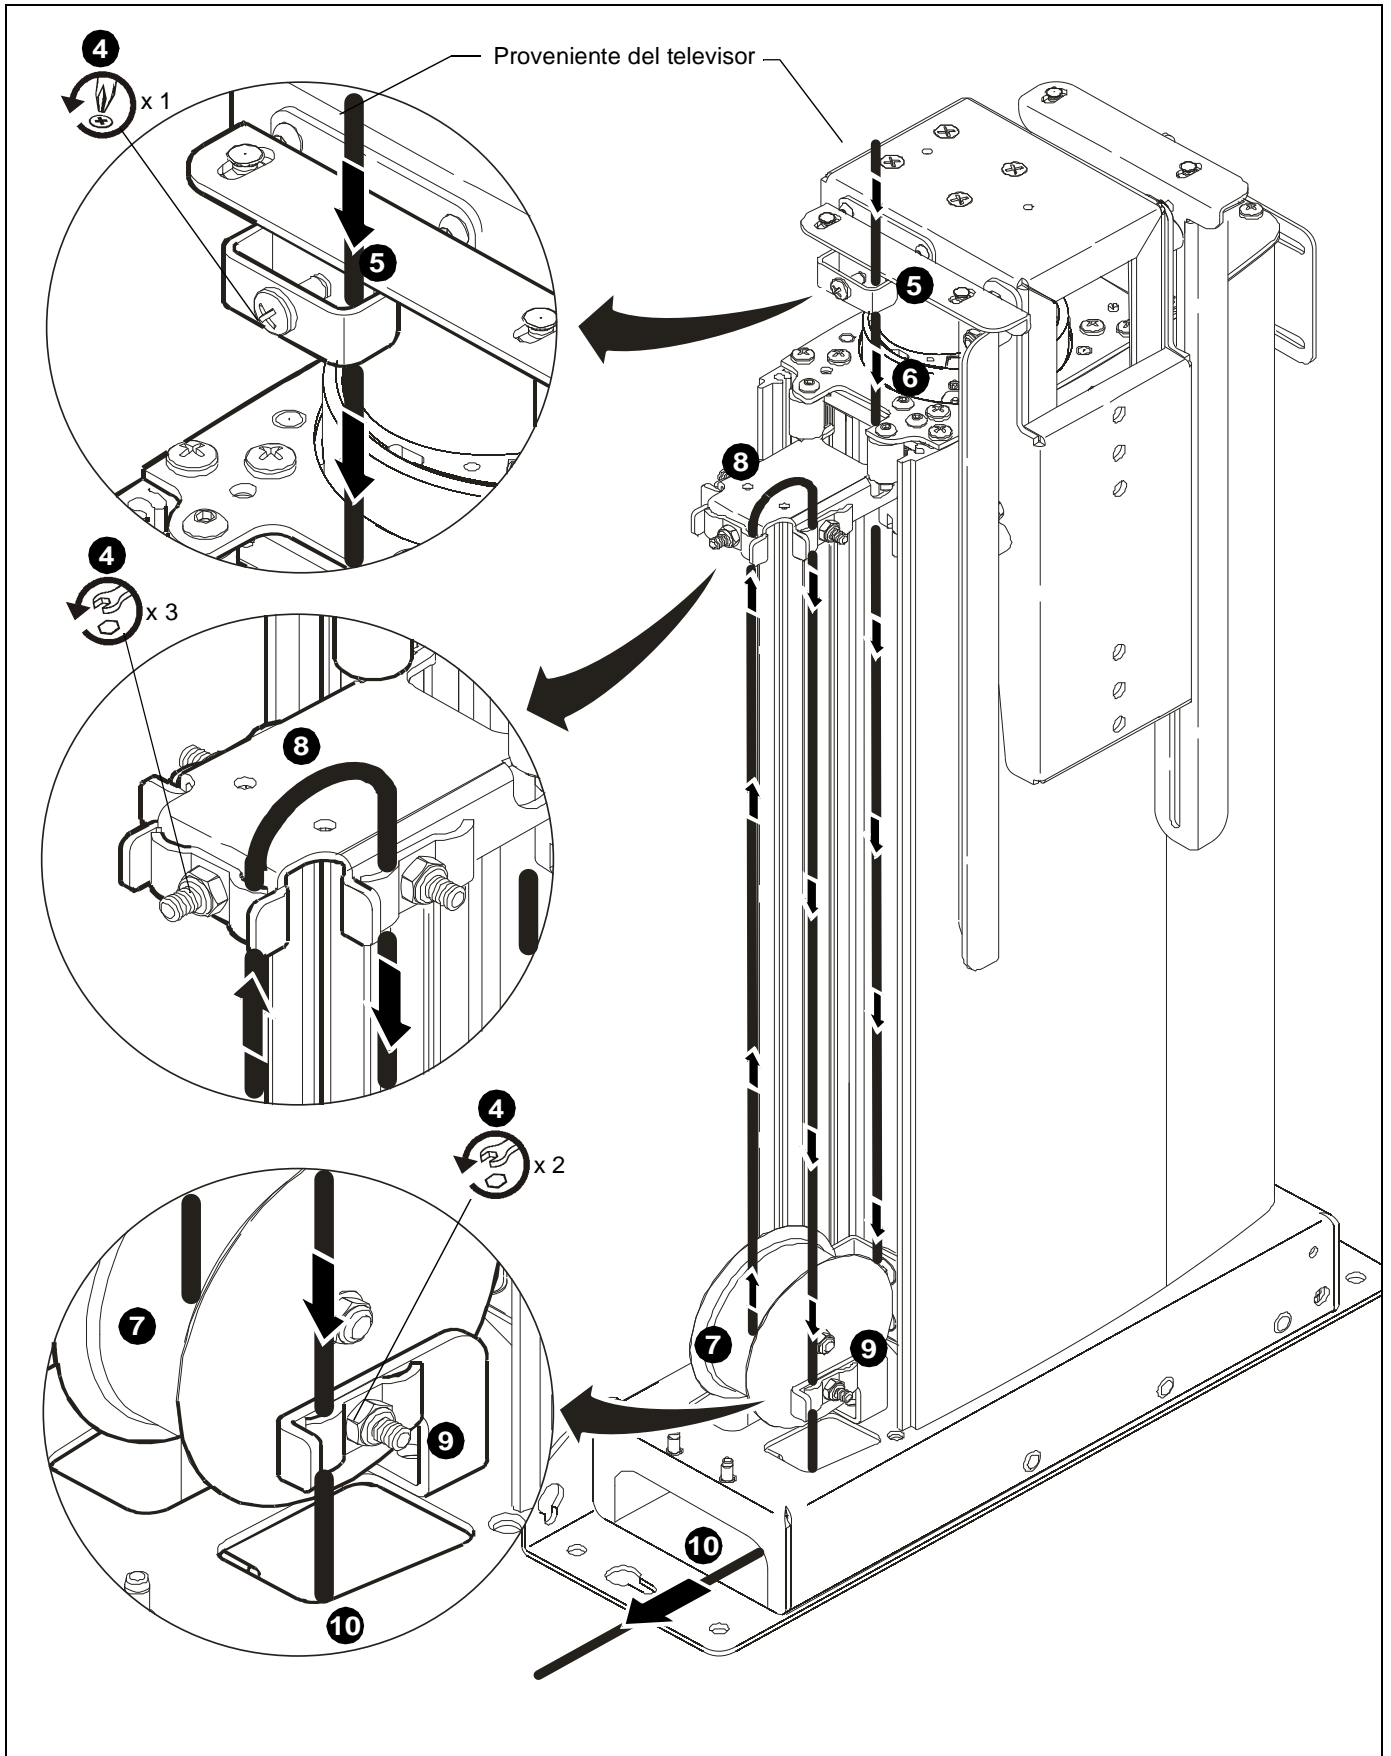
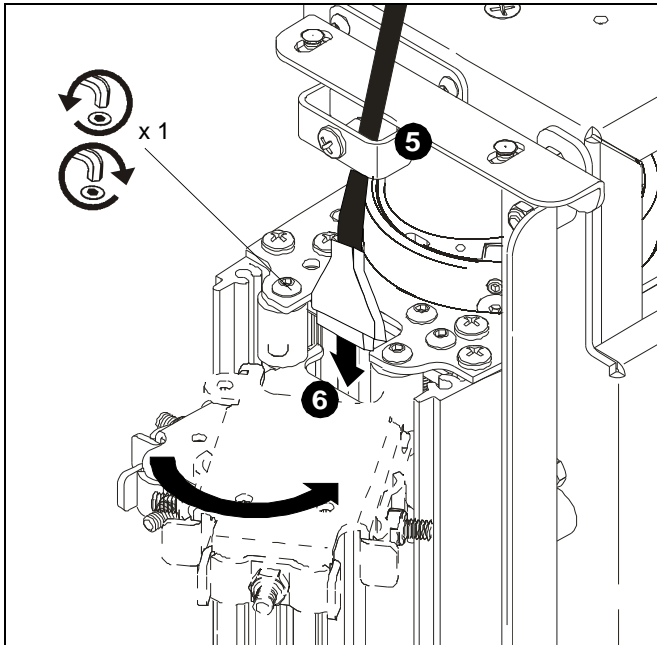

Figura 10
Figura 11
4. Afloje los seis sujetadores de cables. (Consulte la Figura 10).
5. Pase los cables hacia abajo a través del sujetador superior. (Consulte la Figura 10 y la Figura 11).
6. Pase los cables por la abertura ubicada en la parte posterior del soporte de sujeción, que constituye el sujetador de cable medio. (Consulte la Figura 10 y la Figura 11).
PRECAUCIÓN: Los tornillos extraídos DEBEN colocarse y ajustarse bien antes de continuar con el tendido de los cables. (Consulte la Figura 11).
7. Pase los cables por debajo de la polea y luego, hacia arriba, a través del sujetador frontal ubicado en el soporte de sujeción que constituye el sujetador medio. (Consulte la Figura 10).
8. Forme un bucle y pase los cables a través del sujetador lateral ubicado en el soporte de sujeción que constituye el sujetador medio. (Consulte la Figura 10).
PRECAUCIÓN: El bucle no debe sobresalir más de 25 mm (1 pulgada) por sobre el soporte de sujeción. (Consulte la Figura 10).
9. Pase los cables hacia abajo a través del sujetador inferior. (Consulte la Figura 10).
10. Pase los cables a través de la abertura de acceso para cables ubicada en la parte superior de la base y luego por la abertura lateral de la base. (Consulte la Figura 10).
12. Comenzando por el sujetador de cables superior y avanzando hacia abajo, tense los cables y ajuste los sujetadores restantes. (Consulte la Figura 10).